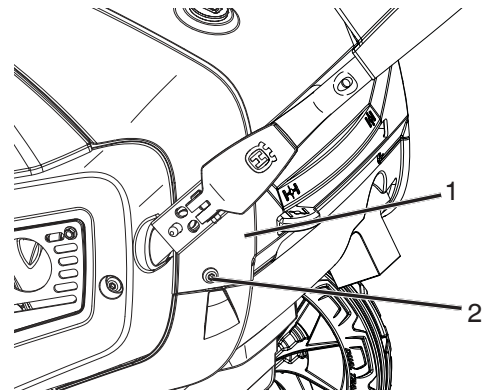

Figure 31
22. Poser le couvercle supérieur arrière en place afin que les deux trous de vis s'alignent avec le couvercle inférieur arrière et les couvercles latéraux (Figure 31).